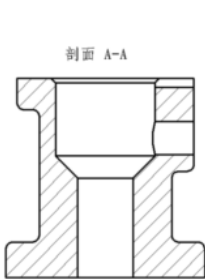

图 4.7.37 全剖视图
(4) 创建全剖视图。选择 **主页** 选项卡 **图纸视图** 区域中的  **剖视图** 命令，系统弹出“剖视图”命令条。
(5) 选取上一步创建的切割平面剖切线，然后选择合适的位置单击，生成全剖视图，结果如图 4.7.37 所示。